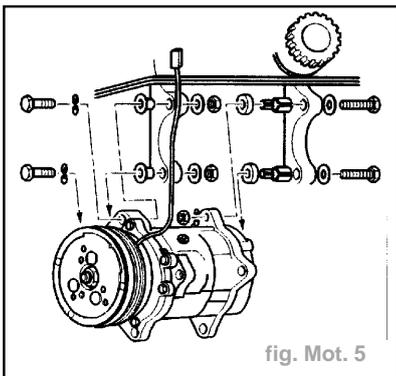

fig. Mot. 5
- Reposer le compresseur en respectant les emplacements des pièces ci-dessus (fig. Mot. 5)